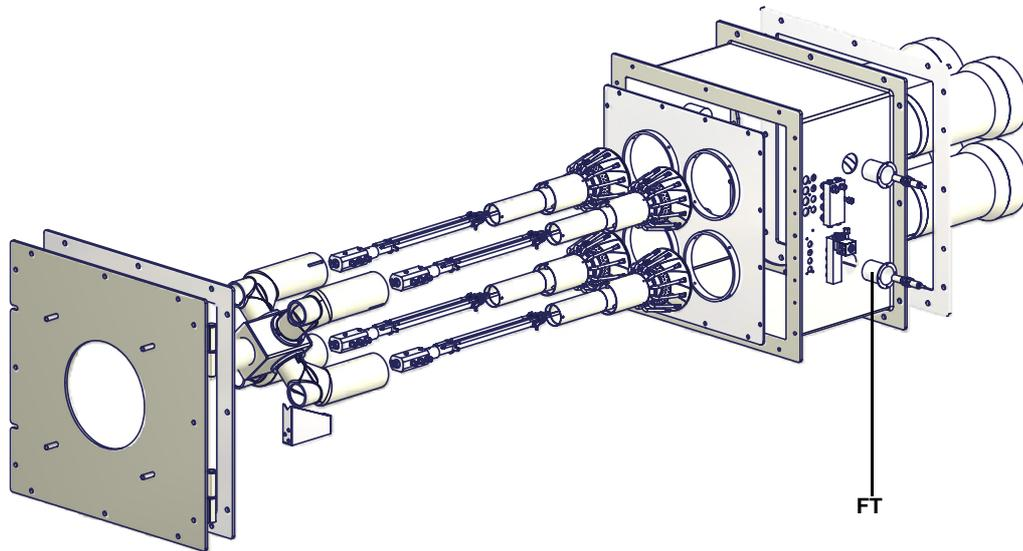
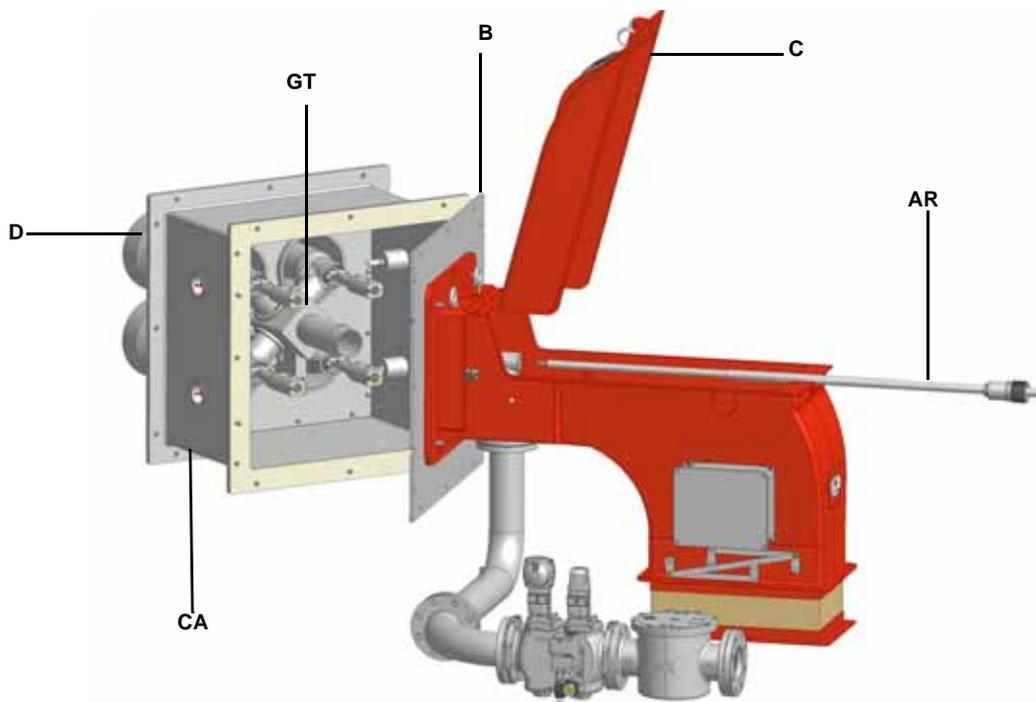

Рис. 9
Рис. 10
- Демонтировать, проверить и почистить голову сгорания (см. Рис. 9).
- Проверить запальные электроды, почистить, отрегулировать и, при необходимости, заменить (см. Рис. 9 - Рис. 10).
**ВНИМАНИЕ:** если во время обслуживания горелки понадобится разобрать газовую рампу, снять с нее компоненты, не забудьте впоследствии, установив их обратно на место, произвести тест на герметичность, согласно требований действующих нормативов! Демонтируйте, проверьте и почистьте головку сгорания (см. Рис. 9).